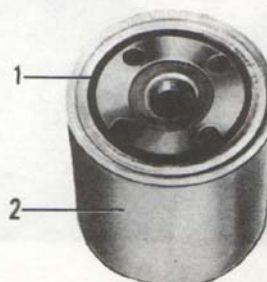

Bild 54. Renare färdig att monteras
2. Stryk olja på den nya renarens gummipackning (1, bild 54) och se till att anliggningsytan för oljerenaren är fri från smuts. Packningen glider genom oljebestrykningen bättre mot tätningsytan. Skruva på renaren för hand tills den just berör blocket.